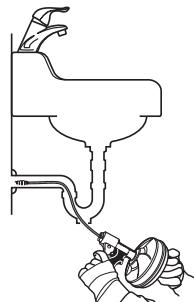

Figura 2
- Desatornille el tapón del sifón o extraiga el sifón mismo (Figura 2).